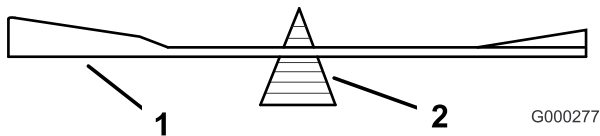
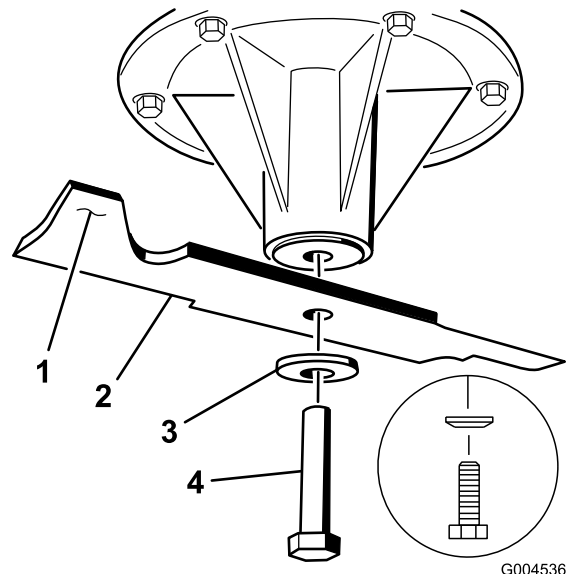

Figure 102
Figure 103
2. Vérifiez l'équilibre de la lame en la plaçant sur un équilibreur (Figure 102). Si la lame reste horizontale, elle est équilibrée et peut être utilisée. Si la lame est déséquilibrée, limez un peu l'extrémité de la partie relevée seulement (Figure 103). Répétez la procédure jusqu'à ce que la lame soit équilibrée.
1. Placez la lame sur l'axe (Figure 103).
2. Installez la rondelle élastique et le boulon de la lame. Le côté bombé de la rondelle élastique doit être dirigé vers la tête du boulon (Figure 103). Serrez le boulon à un couple de 115 à 150 Nm (85 à 110 pi-lb).